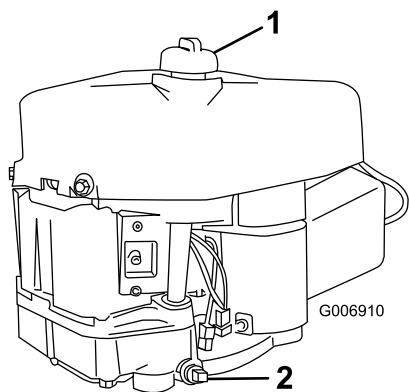

Figura 19
6. Pulite attorno all'asta di livello (Figura 19) in modo che la morchia non possa penetrare nel foro di rifornimento e danneggiare il motore.
7. Posizionare una bacinella di spurgo sotto il tappo di spurgo, e togliete quest'ultimo (Figura 19).
10. Versare lentamente circa l'80% della quantità indicata d'olio nel foro di rifornimento (Figura 19). Controllare il livello dell'olio; vedere 4 ed 5 di Controllo del livello dell'olio.
6. Versate lentamente circa l'80% della quantità indicata d'olio nel foro di rifornimento (Figura 19).